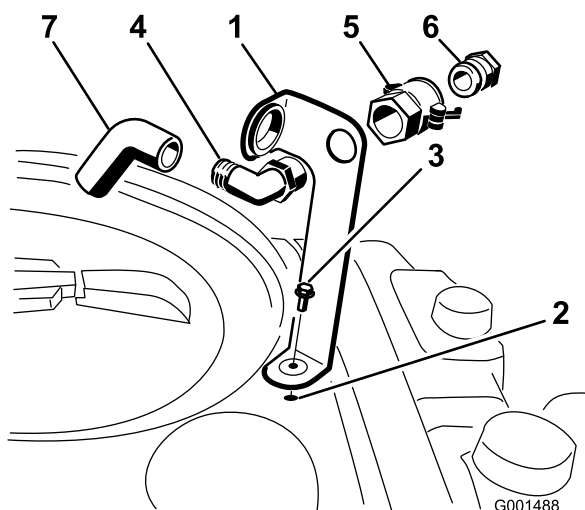

Bild 3
1. Setzen Sie die Füllanschlusshalterung auf das Gewindeloch im Behälter und befestigen Sie sie mit einem Bundbolzen (5/16 x 3/4 Zoll) (Bild 3).
2. Stecken Sie das Gewinde des 90-Grad-Anschlussstückes durch die Halterung und schrauben Sie die Schnellkupplung auf. Befestigen Sie sie an der Halterung (Bild 3).
3. Montieren Sie den Schlauchadapter auf die Schnellkupplung (Bild 3).
4. Drehen Sie die Hebel zum Adapter, um ihn zu arretieren. Befestigen Sie ihn dann mit den Lastösenbolzen (Bild 3).
5. Stecken Sie den Rücklaufschlauch durch die große Öffnung in der Halterung und auf das Ende mit dem Widerhaken der 90-Grad-Halterung (Bild 3).